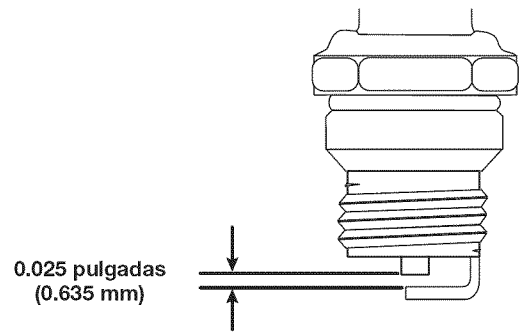

Fig. 22
4. Use un calibrador de hoja para ajustar abertura de la bujía a **0.025 pulgadas (0.635 mm)** (Fig. 22).